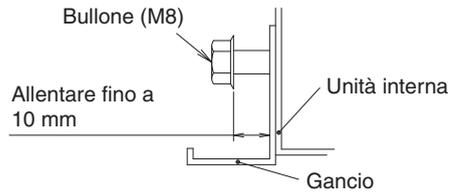

Fig. 7
- Aprire il foro pretranciato sul lato di ingresso del cablaggio sulla superficie posteriore o superiore e installare la boccola in resina (10) fornita.
- Allentare 2 bulloni per l'installazione dell'attacco di sospensione su ambo i lati (M8) (4 punti a sinistra e a destra) in uno spazio di 10 mm. (Fare riferimento alla Fig. 7 e alla Fig. 8)